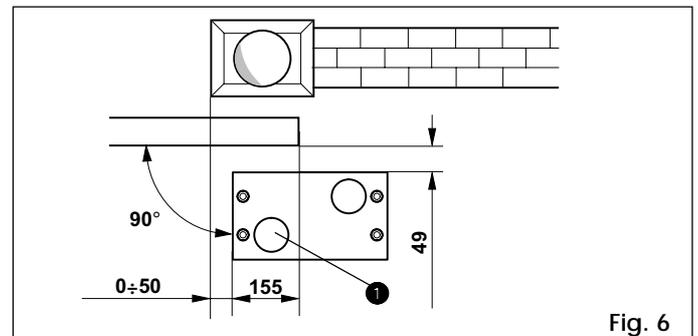
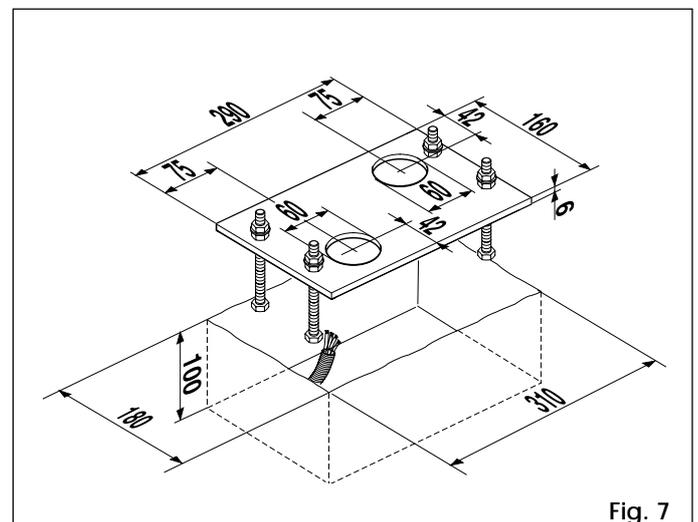
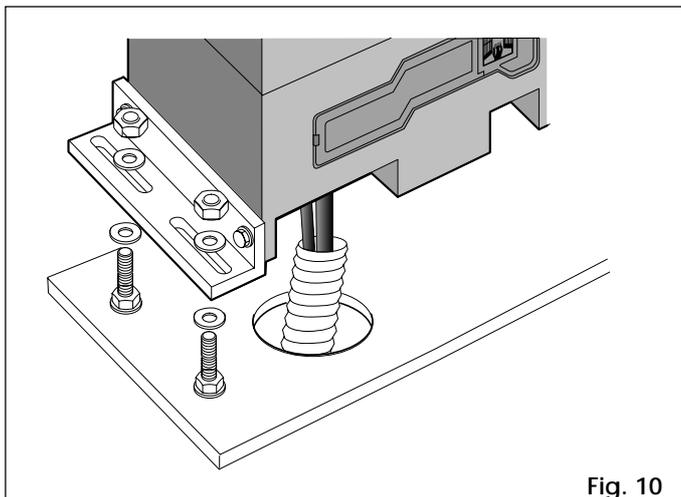

Fig. 6
Fig. 7
Fig. 10
ou Fig. 6 (fermeture vers la gauche) pour garantir le bon entraînement du pignon avec la crémaillère.
- 3) Réaliser un coffrage comme indiqué Fig. 7 et sceller la plaque de fondation en prévoyant un ou plusieurs fourreaux pour le passage des câbles. Vérifier l'horizontalité parfaite de la plaque à l'aide d'un niveau à bulle. Attendre que le ciment soit pris.
- 3) Placer l'opérateur sur la plaque en utilisant les rondelles et les écrous fournis, comme indiqué Fig. 10. Poser l'opérateur sur la plaque de fondation comme indiqué Fig. 6 et Fig. 7. Au cours de cette opération, faire passer les câbles à travers le trou ménagé dans le corps de l'opérateur. Pour accéder à la platine électronique de manoeuvre, faire passer les câbles à travers les trous (Fig. 1-rep.13) en utilisant les presse-étoupes fournis.